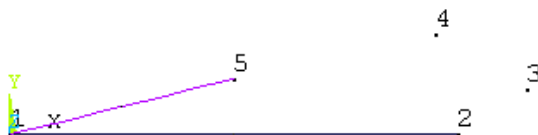

图10.10 生成直线
(6) 单击 Main Menu>Preprocessor>Modeling>Create>Lines>Lines>Straight Line 菜单，用鼠标在图形视窗中依次选择关键点 1 和 2，连接成直线。用同样的方法连接关键点 1 和 5 生成另一条直线。如图 10.10 所示。